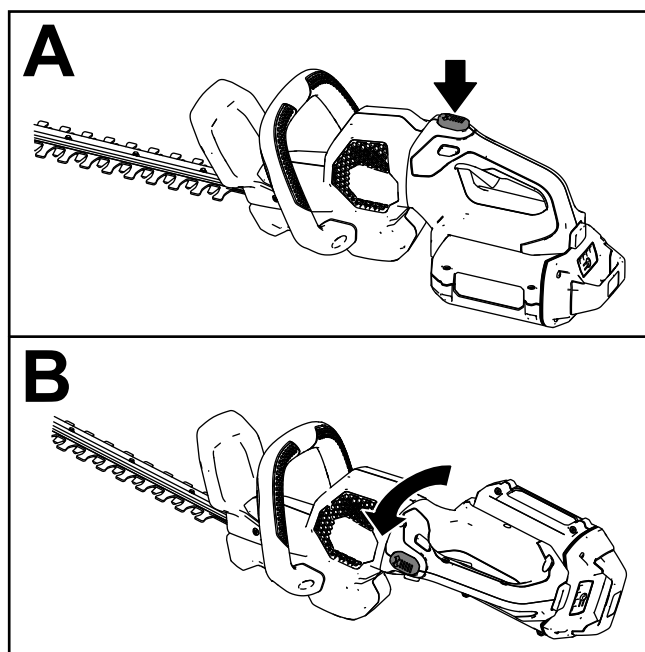

Figure 8
- Appuyez de manière prolongée sur le bouton de verrouillage de la rotation (encadré A de la Figure 8).
- Tournez la poignée de 90° vers la droite ou la gauche selon le sens de coupe recherché, puis relâchez le bouton de verrouillage de la rotation pour bloquer la poignée à la position voulue (encadré B de la Figure 8).